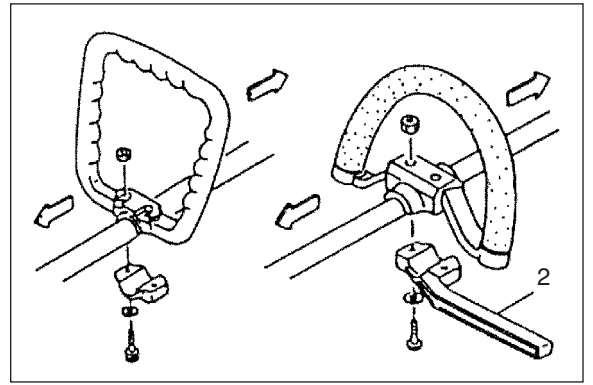

Fig.1-2
Använd alltid spärrstäng (2) och säkerhetssele med remhandtag, när en styv stälklinga används på grässtrimmer eller buskklippare med en rak skaft. (Fig.1-2, 1-2B)